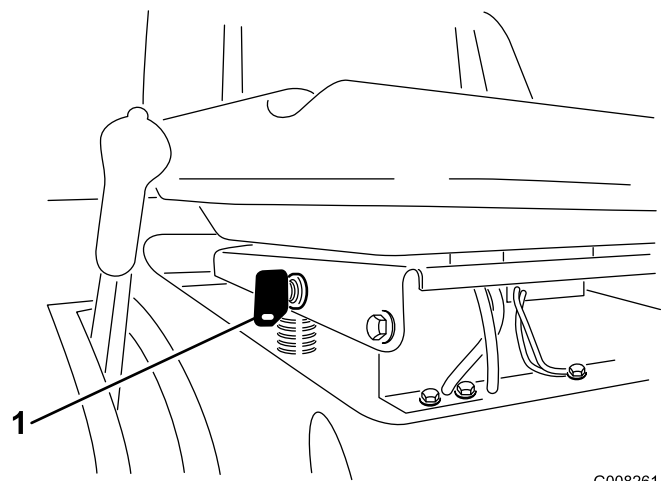

Bild 13
Wenn Sie im Rückwärtsgang die Messer (ZWA) benötigen, können Sie diesen Sicherheitsschalter mit dem KeyChoice-Schalter, der sich in der Nähe der Sitzhalterung befindet, deaktivieren (Bild 13).
2. Stecken Sie den KeyChoice-Schlüssel in das Zündschloss (Bild 13).